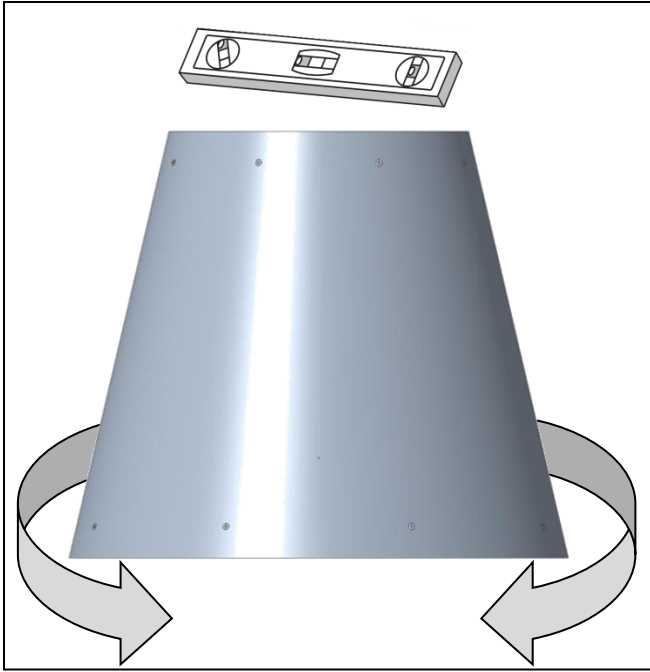

FIG. 3
- Pendure a coifa e faça o ajuste usando um nível FIG.3;